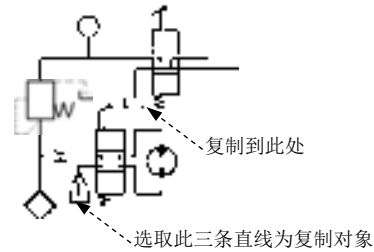

图 17.8.47 复制图形 (六)
(5) 用 **修改(M)** → **复制(C)** 命令, 选取图 17.8.47 所示的图形为复制对象, 将通过复制得到的图形放置在图 17.8.47 所示的适当位置。